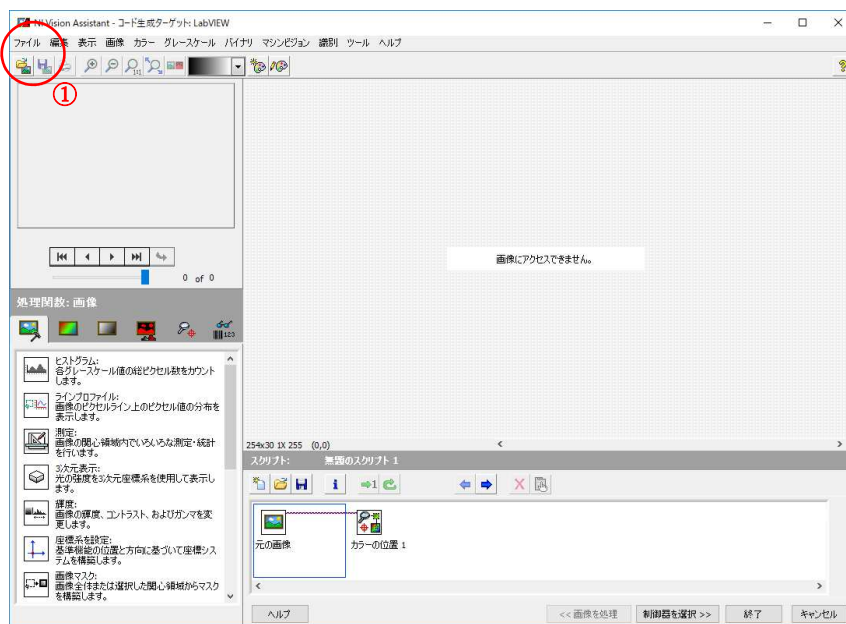

図7 VissionAssistant2の初期画面
(1) 図3に示すようなブロックダイアグラムの赤丸(図3の②)で囲まれた「VissionAssistant2」をダブルクリックして、図7に示すような画面を開く。
(2) メニューバーの「ファイル」から「画像を開く」をクリックし、保存した画像ファイルを開く(図7の①参照)。